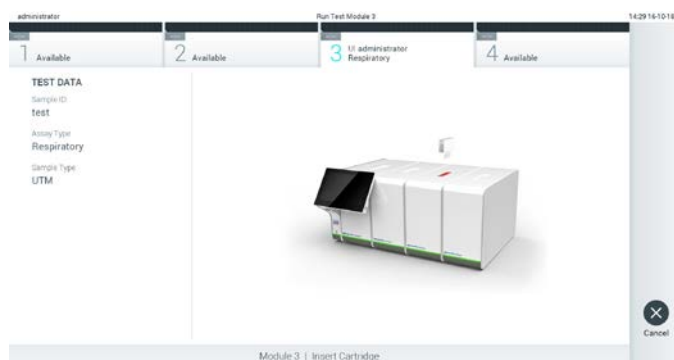

Figura 27. Inserindo o cartucho de ensaio QIAstat-Dx no QIAstat-Dx Analyzer 1.0.
7. Certifique-se sempre de que as tampas de amostra da porta de swab e da porta principal do cartucho de ensaio QIAstat-Dx estejam firmemente fechadas. Quando a porta de entrada de cartuchos na parte superior do QIAstat-Dx Analyzer 1.0 se abrir automaticamente, insira o cartucho de ensaio QIAstat-Dx com o código de barras voltado para a esquerda e com as câmaras de reação voltadas para baixo (Figura 27).